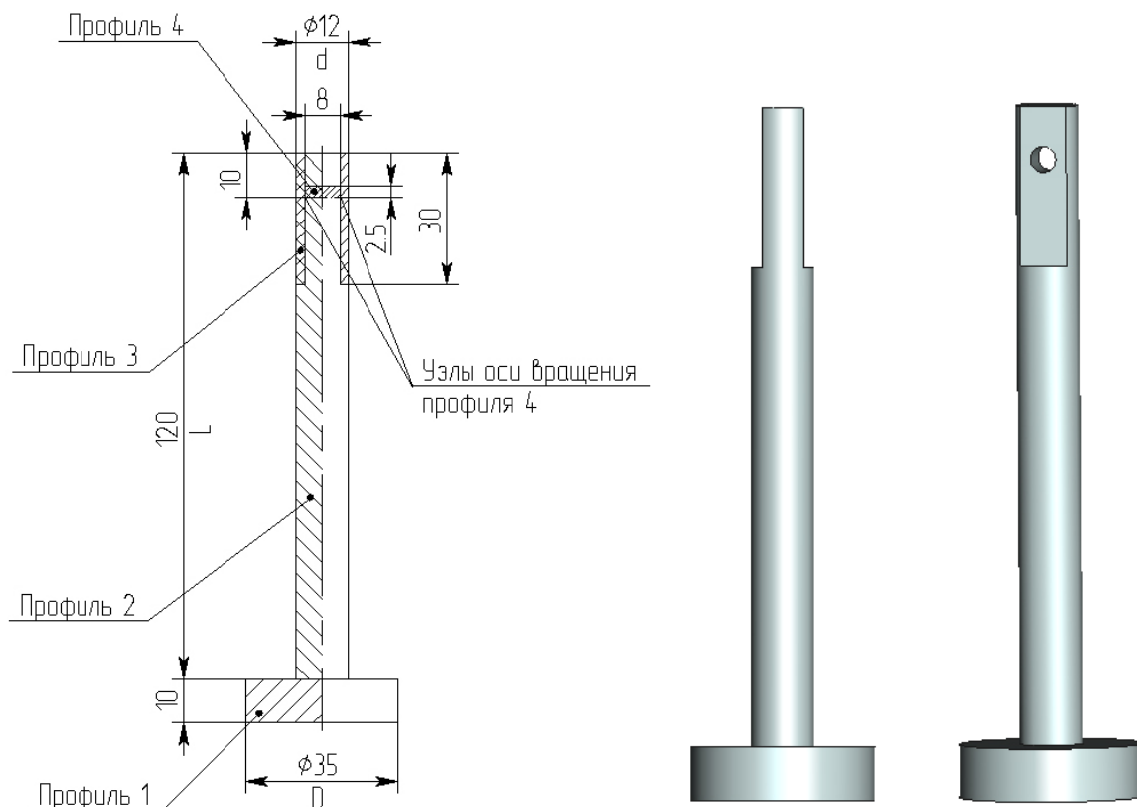

Рисунок 10 – Чертеж и 3Dмодель детали «Поршень»
- К профилю 3 применить операцию «Выталкивание» с пометкой «в обратном направлении» - симметрично, величина выталкивания 10 мм (Рисунок 10)